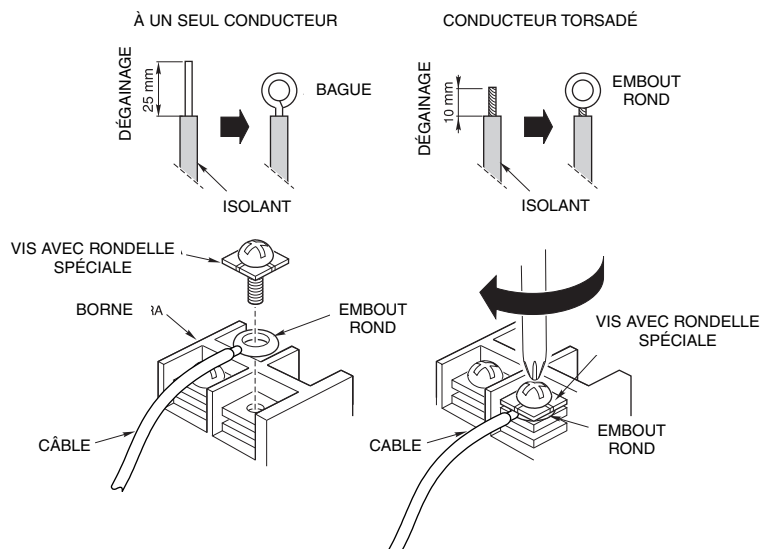

Fig. 12
► BRANCHEMENT ÉLECTRIQUE (fig.12)